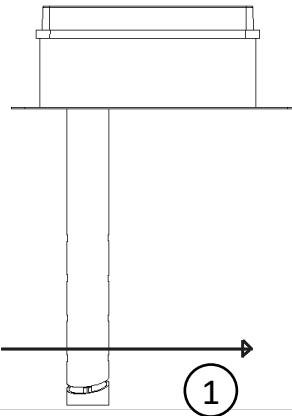

Bild 1 | Strömungsrichtung
5. Bringen die den Gehäusedeckel provisorisch wieder an, sodass die LED auf dem Detektorkopf durch das Fenster sichtbar ist. Führen Sie das Rohr durch das Loch im Kanal und richten Sie das Gerät so aus, dass die Pfeile auf dem Deckel in die Strömungsrichtung zeigen (siehe Abb. 1)